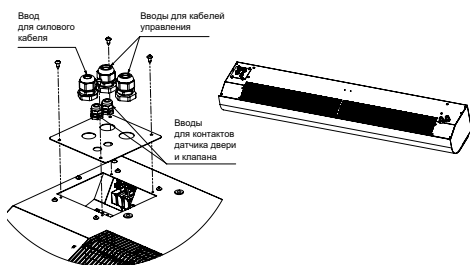

Рисунок 3.
7.3.2 Для подключения к сети необходимо снять крышку с монтажного люка (рисунок 3), завести кабели и подключить к клеммной колодке согласно электрической схеме занавесы.